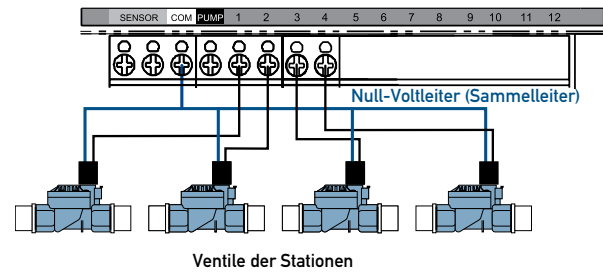

Abbildung 14: Anschluss der Sprinklerleitungsdrähte
- Die Sprinklerdrähte (nicht den Sammelleiter) jeweils an eine separate Stationsanschlussklemme (oberhalb der jeweiligen Anschlussklemmschraube nummeriert) anschließen, indem Sie den abisolierten Draht vollständig in die Bohrung unterhalb der jeweiligen Anschlussklemmschraube einschieben. [Siehe Abbildung 14]